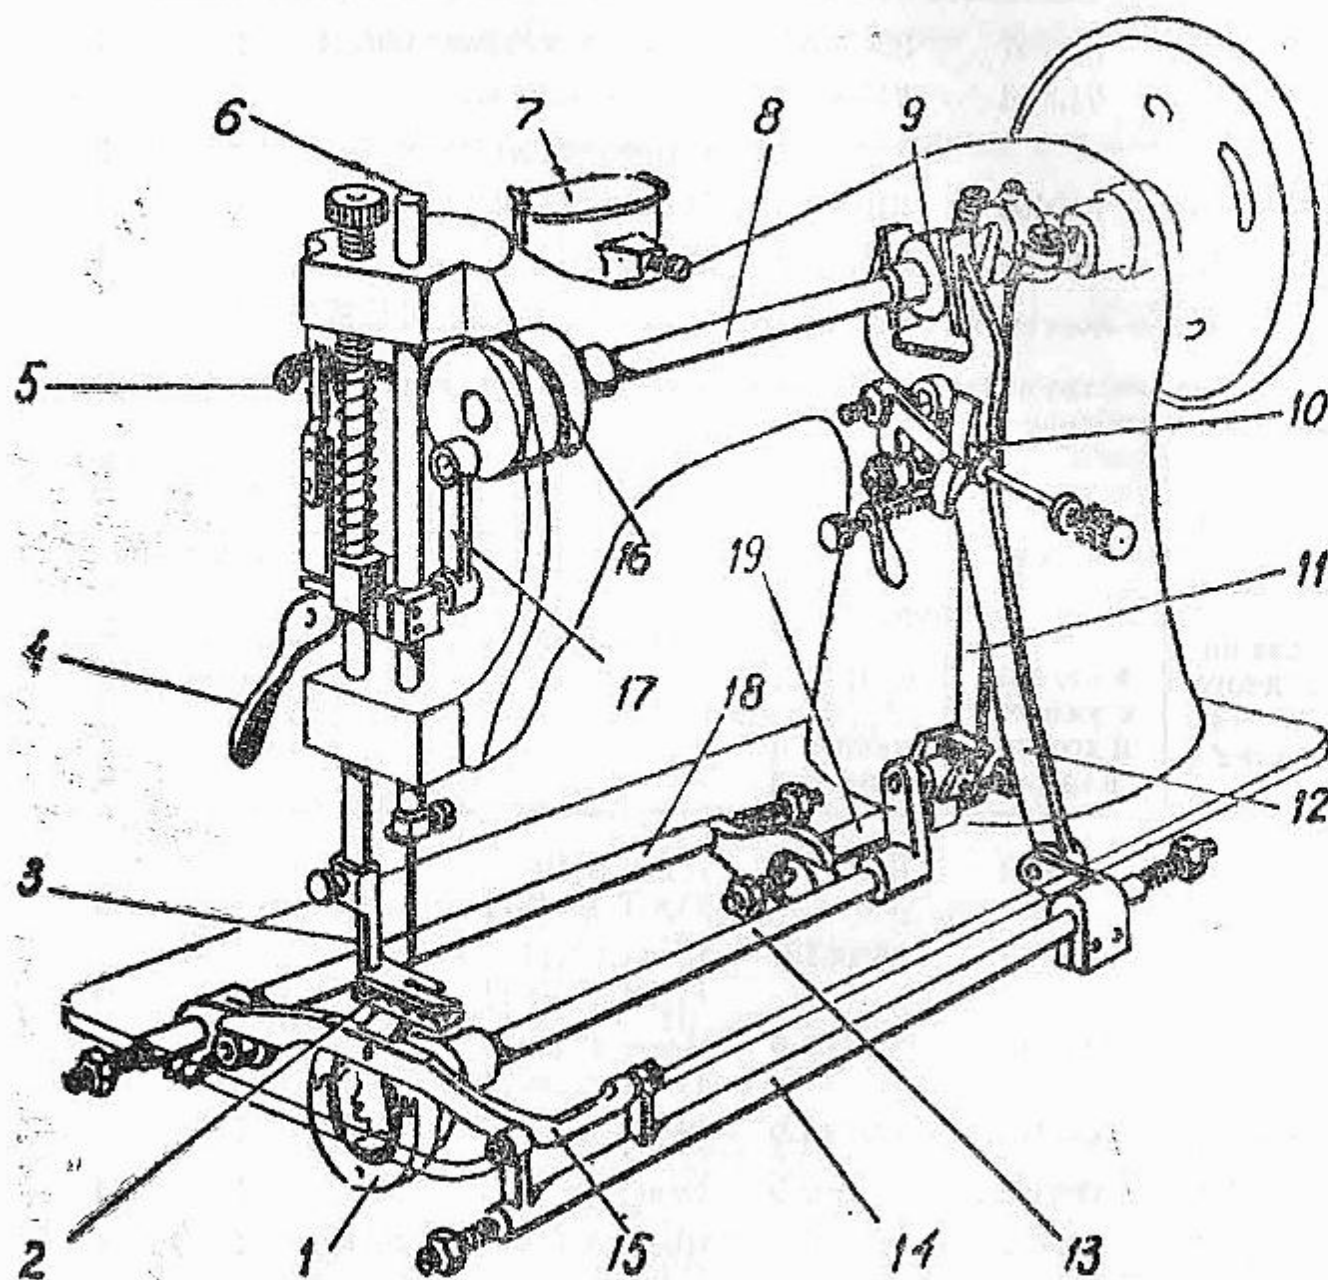

Рис. 1
#### 4. УСТРОЙСТВО И РАБОТА ИЗДЕЛИЯ (рис. 1)
4.2. Основные сборочные единицы и детали, входящие в кинематическую схему машины (рис. 1):